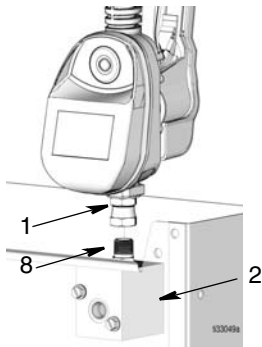

FIG. 20
5. Desconecte o acessório (1) do bocal do duto (8) na tubagem (2), como demonstrado em FIG. 20.